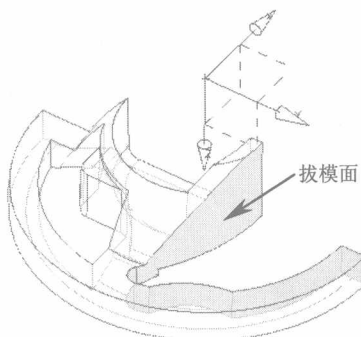

图1-30
10. 参照上一步的操作方式，以相同的方法，选取图 1-30 所示的实体面作为拔模面。